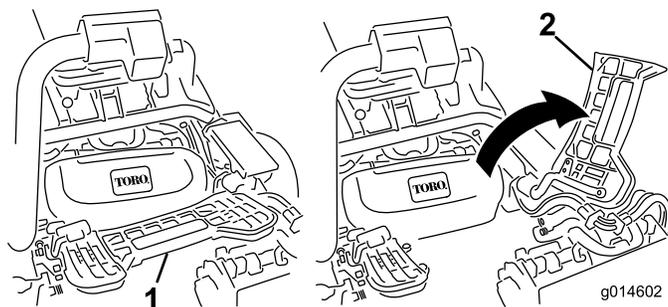

图 11
- 如果安装中间滚刀组，应提起搁脚板向上翻，以便接触到中间滚刀组位置（图 11）。